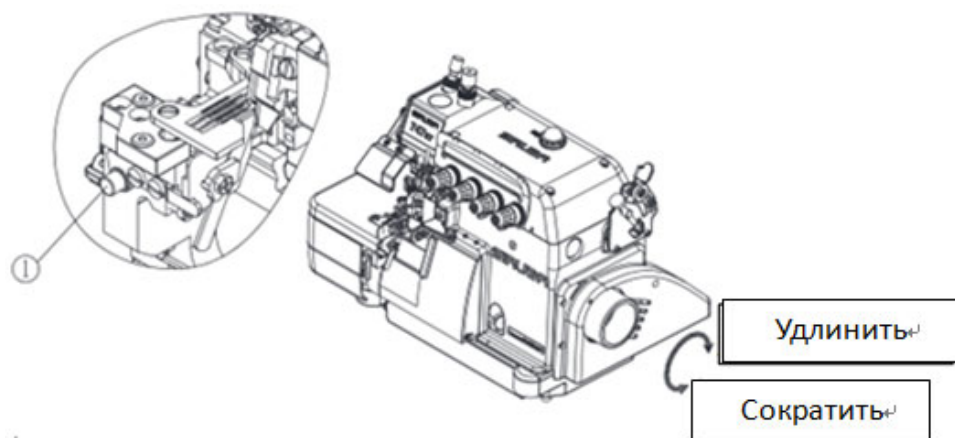

Fig. 26 / Fig.26
Длина стежка регулируется в соответствии с типом ткани, дифференциальными коэффициентами или другими факторами. Нажмите и удерживайте кнопку (1) и поверните маховик до тех пор, пока кнопка не зафиксируется. Отпустите кнопку после достижения нужной длины стежка. (Рис.26) (Таблица 4)